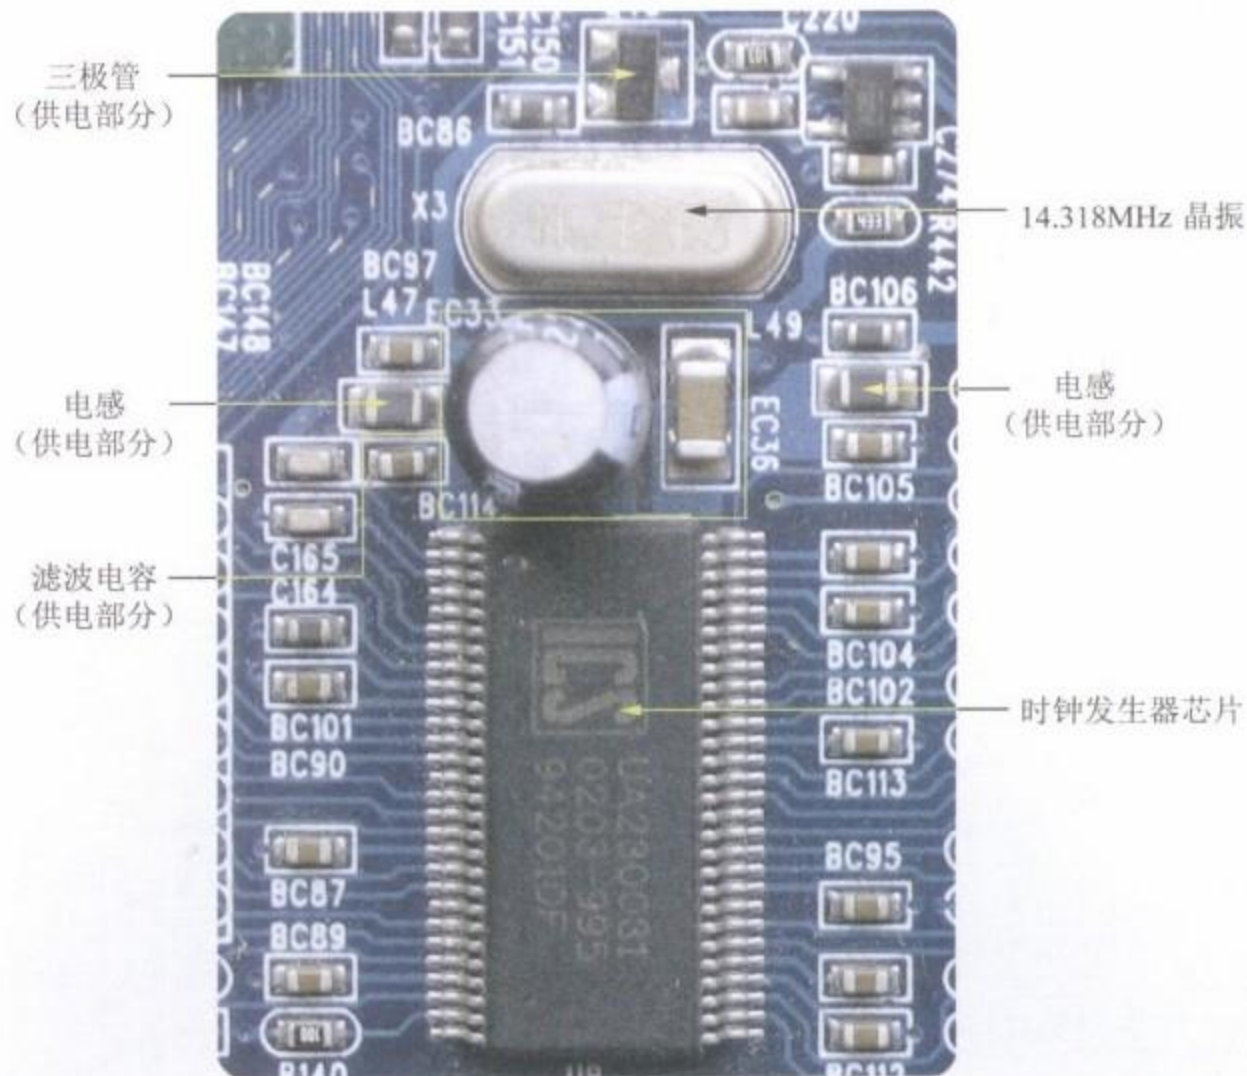

图9-3 时钟发生器的供电
14.318MHz晶振其实是一个频率产生器，它主要把传进去的电压转换为频率信号输送给主板上的相应部件。主板上常见的时钟晶振有14.318MHz（主时钟）与32.768kHz（南桥旁边的时钟）。图9-3中的晶振为14.318MHz晶振。